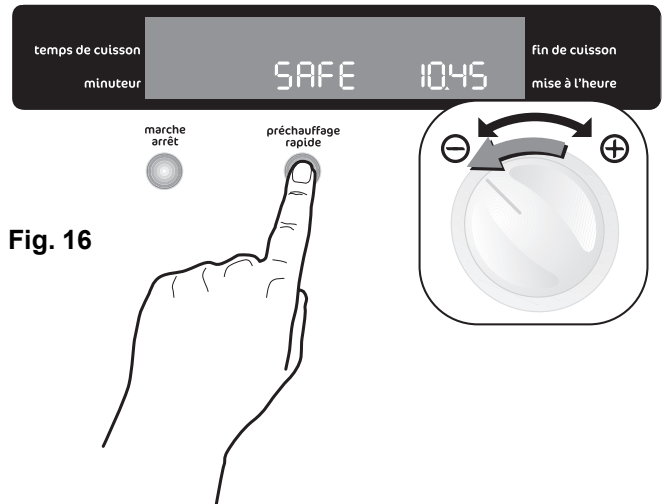

Fig. 16
3. En même temps, appuyez sur la touche "**Préchauffage Rapide**" et maintenez-les pressées pendant au moins 3 secondes. L'indication '**SAFE**' (Sécurité) est affichée sur l'écran tandis qu'un signal sonore retentit (Fig. 16).